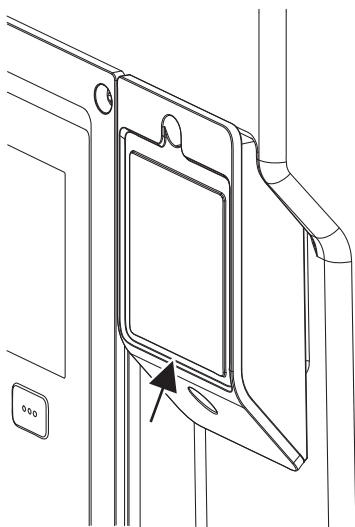

Fig. 27: Pokrywa modułu BT Wilo-Smart Connect
1. Odkręcić śrubę pokrywy modułu Wilo-Smart Connect (Fig. 27) i otworzyć pokrywę.
Z uwagi na konstrukcję modułu BT Wilo-Smart Connect należy wstawiać tylko w jednym osiowaniu. Dalsze zamocowanie samego modułu nie odbywa się. Pokrywa modułu BT Wilo-Smart Connect (Fig. 27) na górnej części modułu elektronicznego powoduje trzymanie modułu w interfejsie.